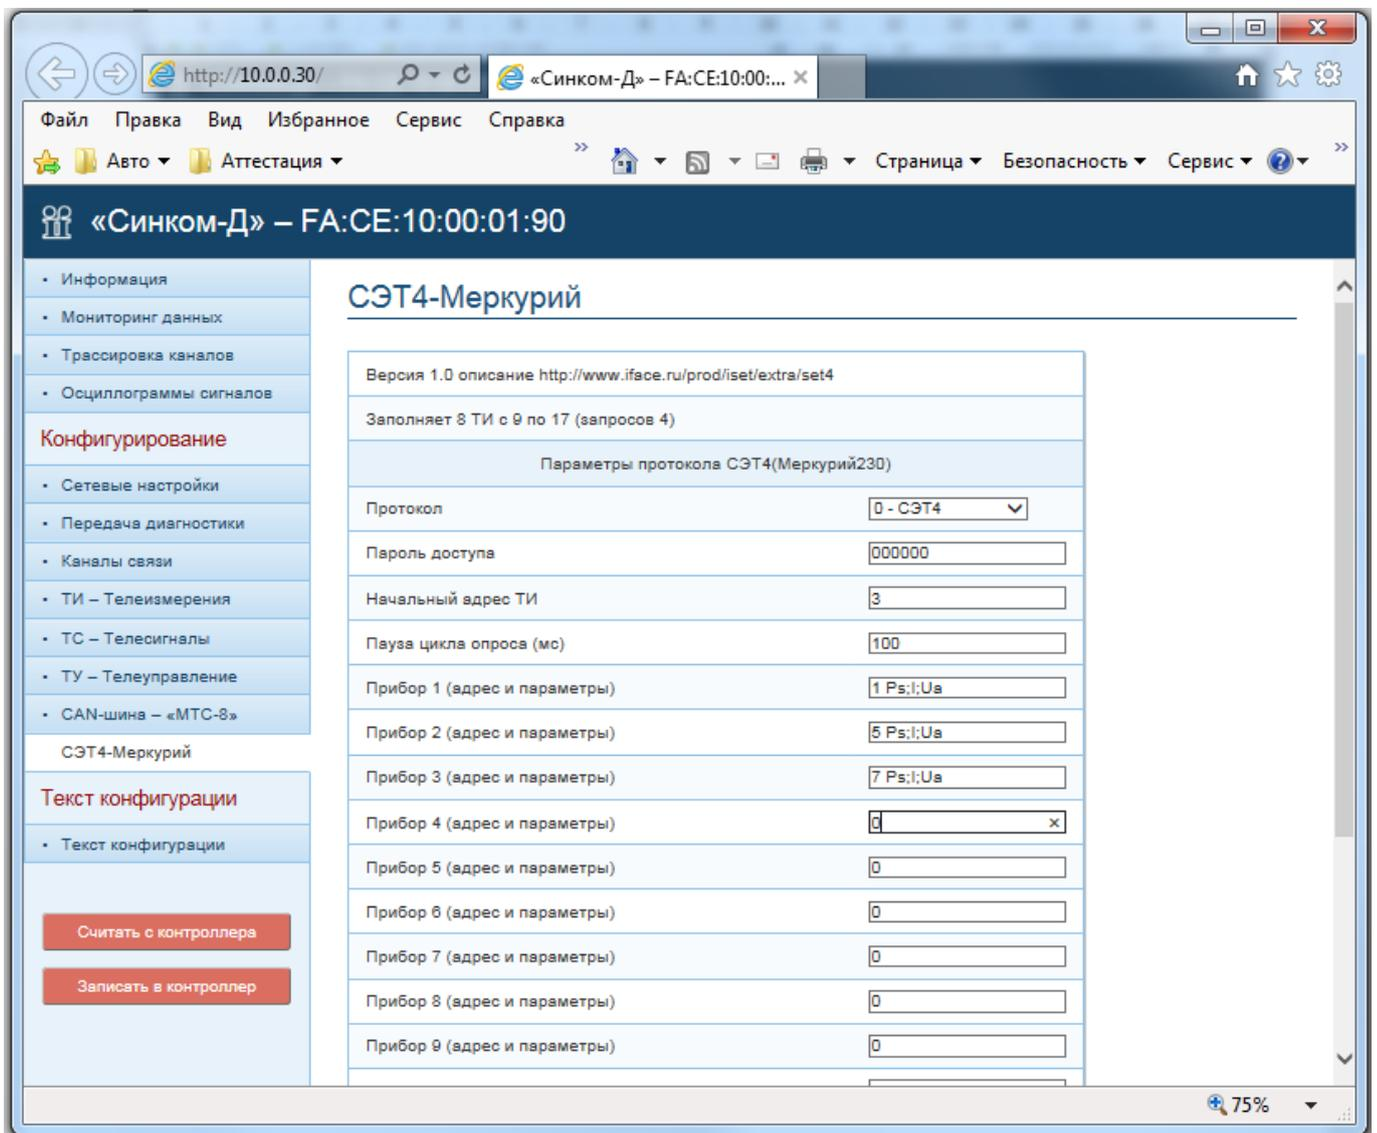
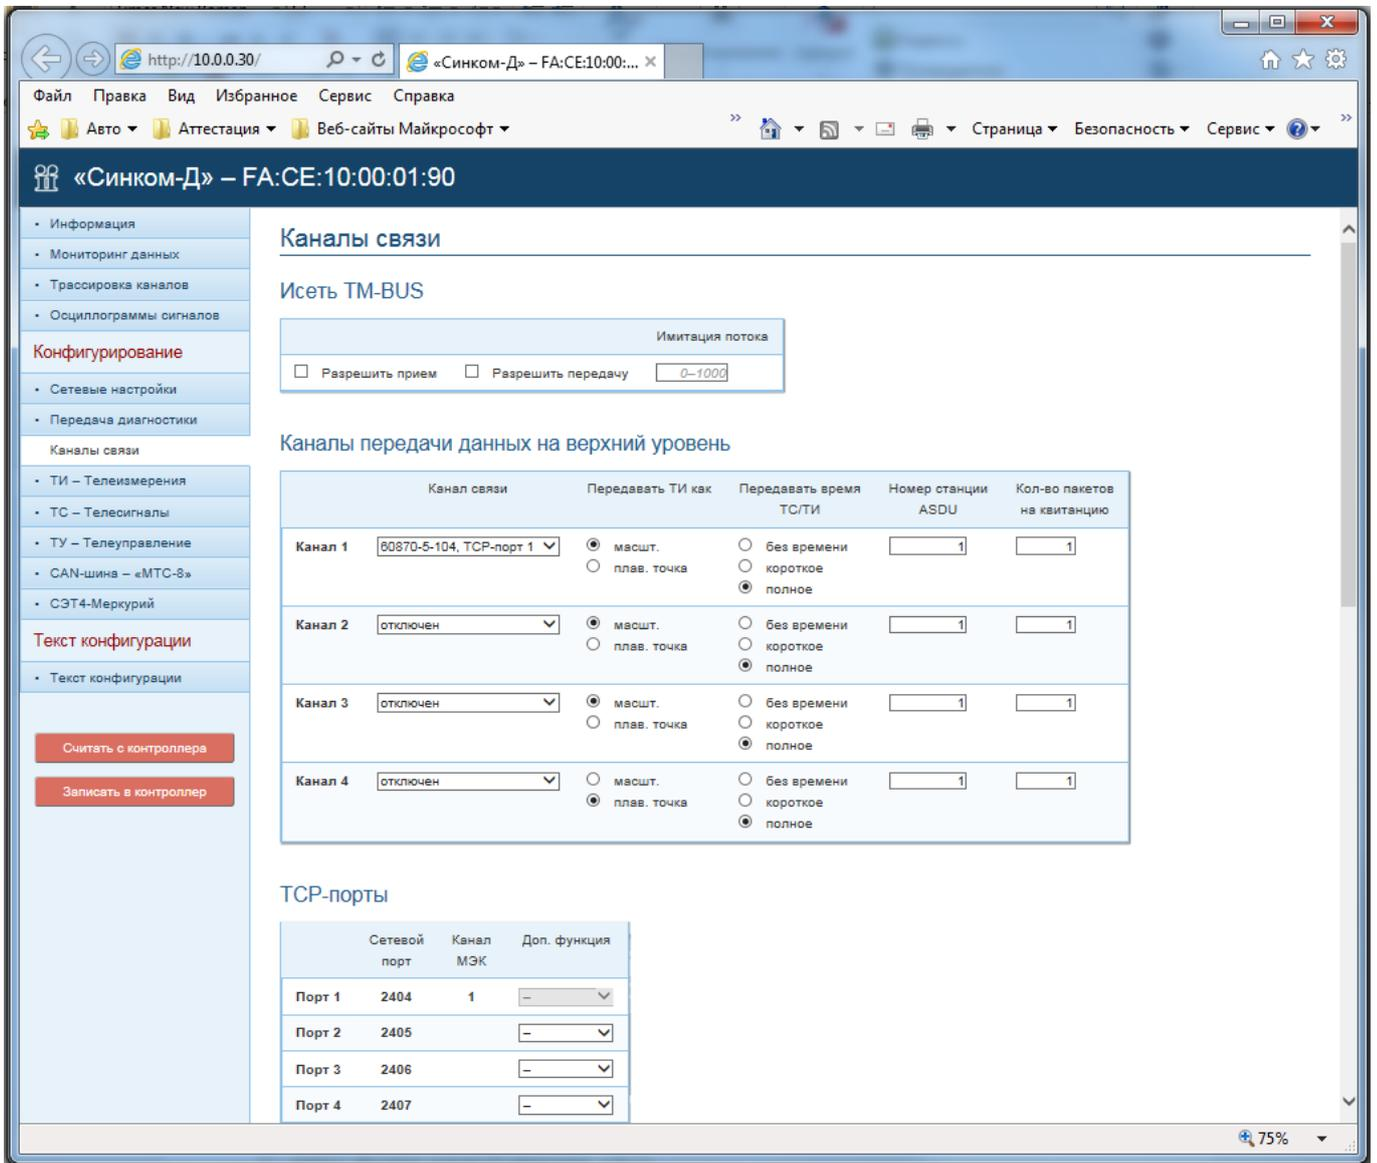
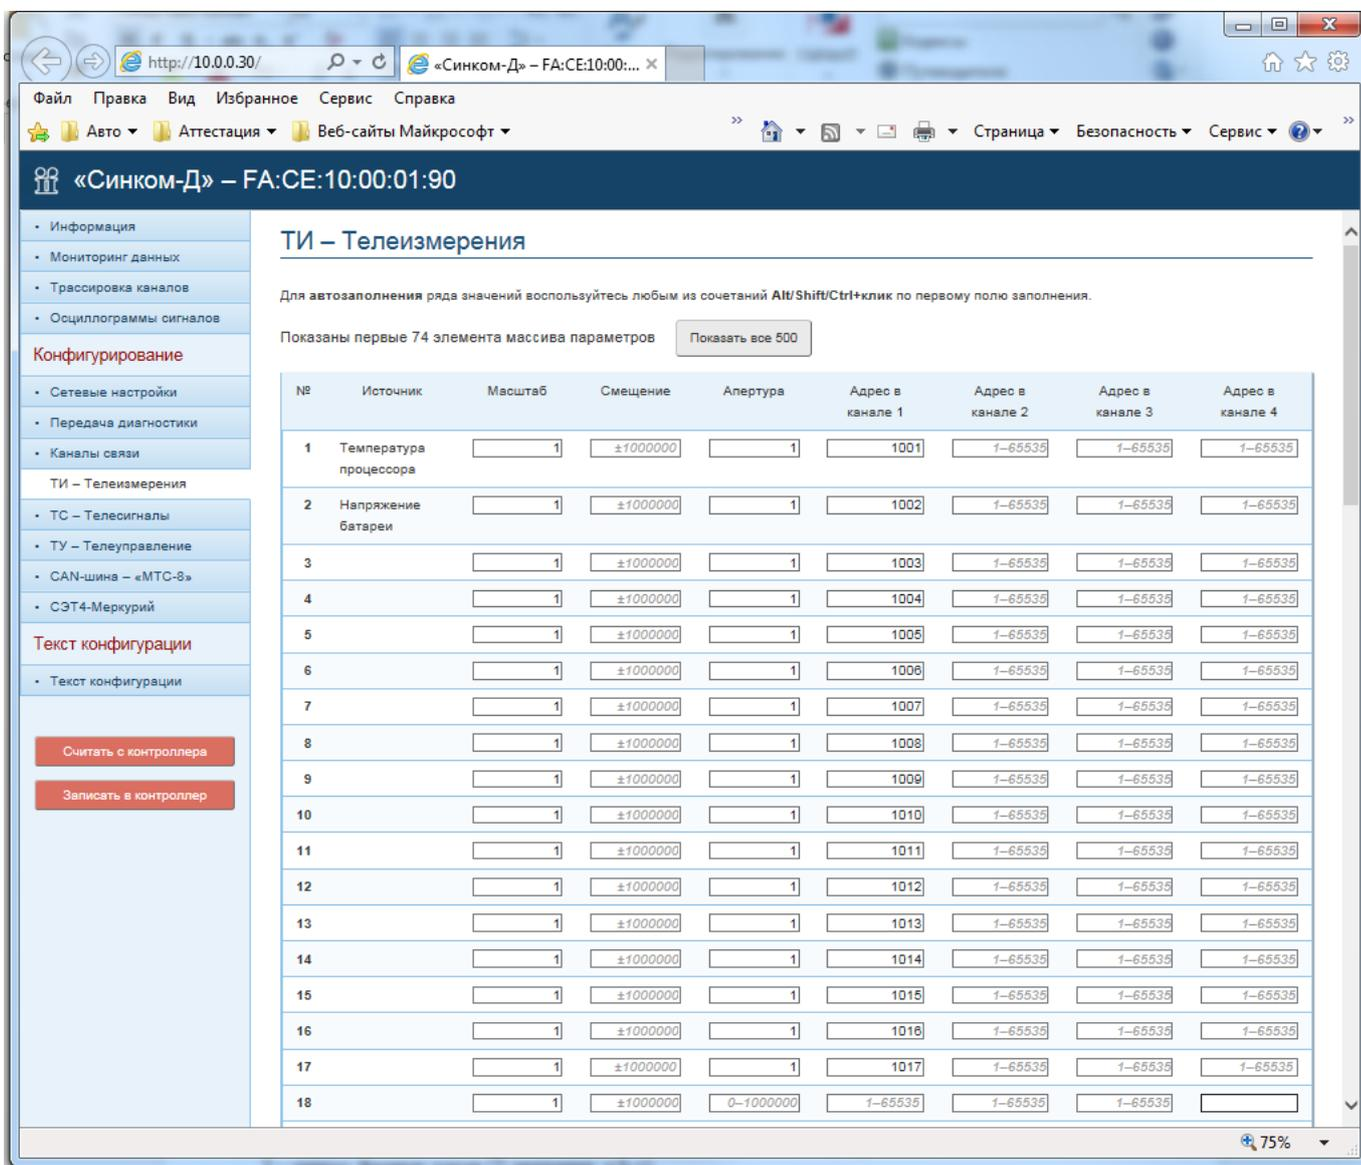

Рис. 5 Окно настроек запрашиваемой информации от ЦИП
Рис. 6 Настройка канала передачи на верхний уровень
Рис. 7 Настройка адресов телепараметров при передаче на верхний уровень
Пример настроек принимаемой от ЦИП информации приведен на Рис. 5.
На Рис. 6 и Рис. 7 приведен пример описания передачи на верхний уровень. Передача выполняется в протоколе МЭК 870-5-104 через сетевой порт 2404 (канал 1 контроллера). Передается два служебных ТИ (адреса в канале: 1001 и 1002) и 15 ТИ, принятых от ЦИП в соответствии со спецификацией, приведенной на Рис. 5 (адреса в канале: 1003 и 1017). ТИ на верхний уровень передаются в формате чисел с плавающей точкой.
**ВНИМАНИЕ!** В настройках адресов телепараметров для ТИ принятых от ЦИП не заполняется колонка «Источник» (см. Рис. 7).